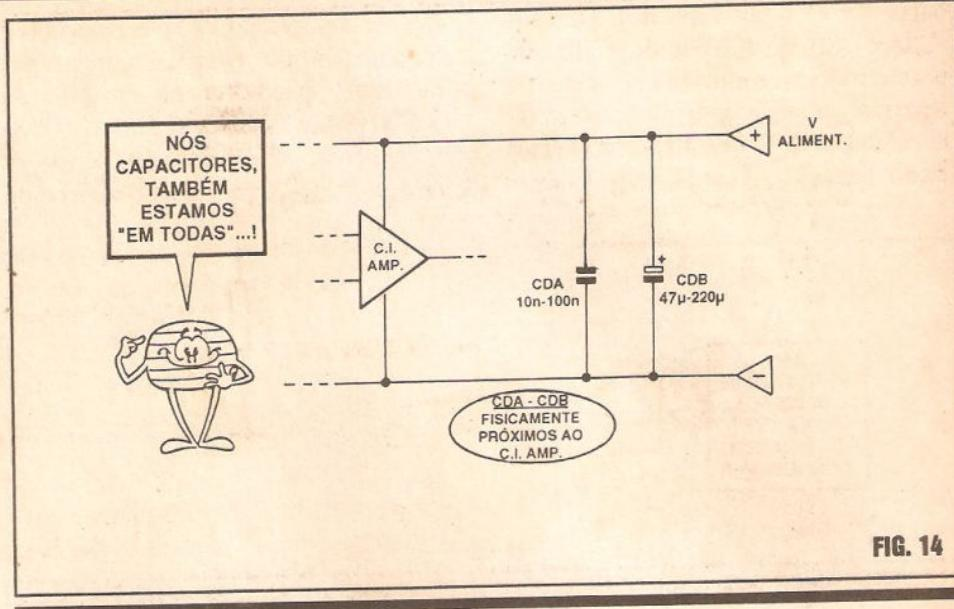

FIG. 14
- **FIG. 14 - OS DESACOPLAMENTOS DA ALIMENTAÇÃO** - Circuitos eletrônicos costumam (devido à grande sensibilidade dos modernos componentes...) ser nitidamente "mal influenciados" por ocorrências ou condições irrelevantes às suas alimentações (pilhas, baterias, fontes, etc.). **Ripples** (superposições de C.A. sobre a C.C. nominal, ainda que em pequeno nível...), variações de impedância (que ocorrem com o desgaste natural de pilhas e baterias...) e outros fatores, **podem** (e certamente o fazem...) interferir drasticamente com o funcionamento calculado de circuitos... Enfim, "na prática, a teoria é outra...". Assim, para evitar tais problemas, usa-se o "truque" dos **DESACOPLAMENTOS**, quase sempre na forma de inserção de capacitores (um de pequeno valor para "desviar" sinais interferentes e outro de alto valor, cuja Constante de Tempo atua variações "lentas" de parâmetros...) em paralelo com as linhas de alimentação... Os IPAs costumam ser particularmente sensíveis a condições adversas nas linhas de alimentação, pedindo frequentemente a inserção de pelo menos **dois** capacitores, dentro da gama de valores sugerida no diagrama e, de preferência, fisicamente próximos ao próprio C.I., para bem resguardá-los contra "melecas" provenientes da alimentação... Como "o que sobra não falta", na dúvida, é sempre melhor aplicar os indicados desacoplamentos (se eles es-